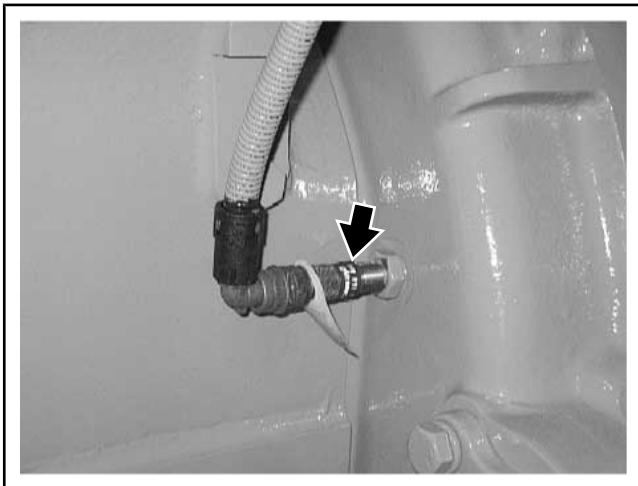

Рисунок 2.60-11: Датчик магнитных импульсов коленчатого вала IPM
1. Вкрутите датчик в корпус коленвала до контакта с маховиком (см. Рисунок 2.60-11).